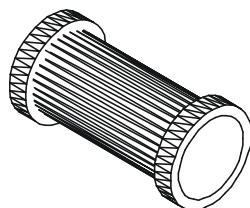

图 10-1-2
STEP 02 利用 ROTATE3D 命令对实体进行旋转, 如图 10-1-2 所示。具体操作如下: